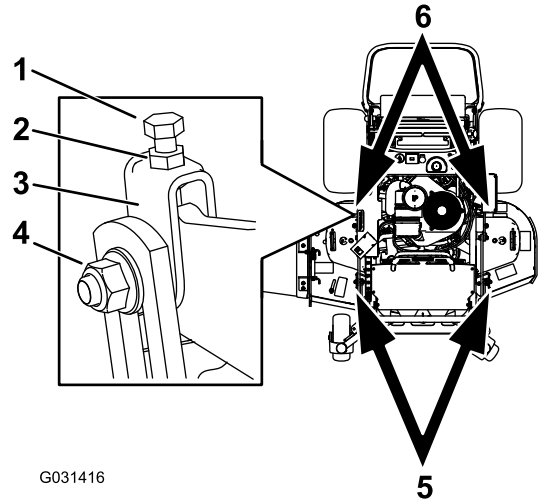

Figura 4
- Aflove las contratuercas y los pernos laterales de las horquillas para las cadenas y acoplamientos de la carcasa (Figura 4).
- Gire el perno superior de las horquillas en sentido horario hasta que las cadenas y acoplamientos queden bien ajustados (Figura 4).
- Apriete las contratuercas y los pernos laterales (Figura 4).